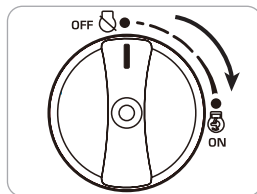

Fig. 5
5. Coloque la palanca del grifo de combustible en «ON» (véase Fig. 5).
7. Coloque la palanca del grifo de combustible en «ON» (véase Fig. 5) para habilitar el encendido.